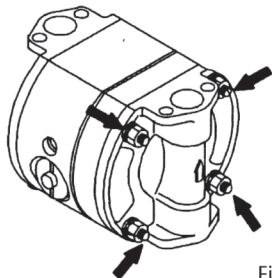

Fig 5.1
- Retire los 8 tornillos de las cámaras de fluido y quitelas (fig. 5.1).